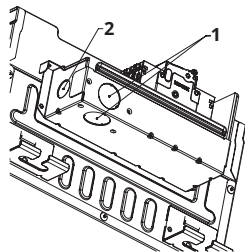

Fig. 5.9
- Notará tres cubiertas circulares en la caja del disyuntor, como se muestra en la siguiente ilustración. Las dos cubiertas etiquetadas como N.º 1 en la Fig. 5.9 a continuación son adecuadas para alimentar el cable DIYPRO™ en la caja del disyuntor. El orificio marcado con el número 2 es adecuado para otros tipos de cables. Rompa y retire una de las cubiertas circulares para el cable DIYPRO™ que mejor se adapte a su instalación. Luego, pase el extremo del cable DIYPRO™ que tiene un revestimiento de metal en la caja del disyuntor a través del orificio de salida.